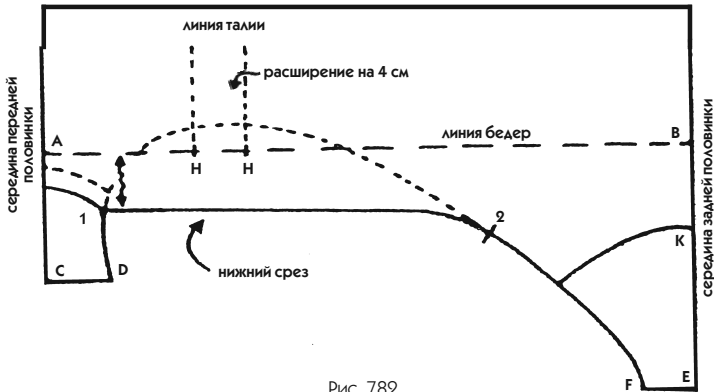

Рис. 782
Модель на рис. 782 выполняется из шелка и кружев. Эти штанишки более длинные по боковому шву и гораздо мягче облегают ногу, чем повседневные трусы.
- От этой засечки проведите горизонтальную линию, заканчивающуюся засечкой 2 на изогнутой линии, соединяющей засечки D и F (см. рис. 782).